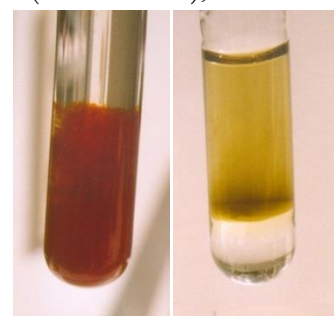

Abb. 3+4: Nachweise von Nickel(II)-Ionen (links) und Nitrat-Ionen (rechts) im Labor
a) Nickel(II)-Ionen mit einer ethanolischen Dimethylglyoxim-Lösung versetzt (Abb. 3 rechts), und